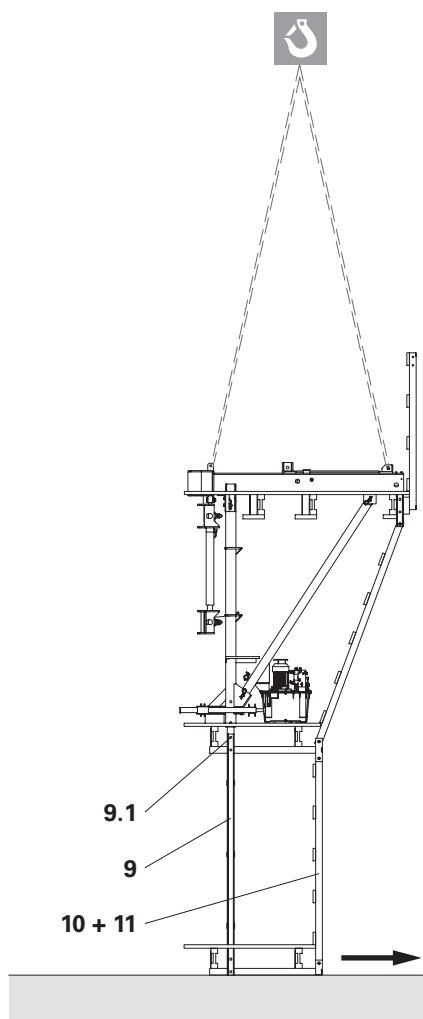
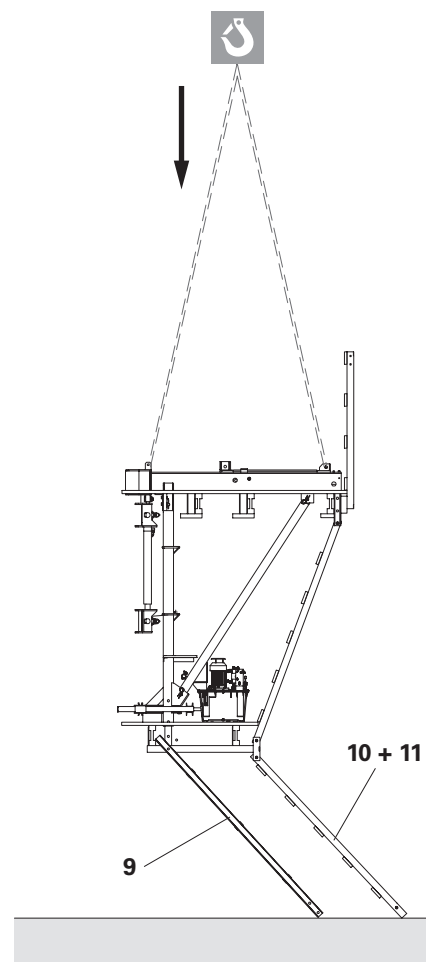

Fig. E2.03
Fig. E2.04
10. Svitare la piattaforma finale verticale (9), il montante parapetto della piattaforma finale (11) e il montante braccio a sbalzo della piattaforma finale (10) sulla piattaforma finale ed estrarre la piattaforma finale.
11. Rimuovere la piattaforma finale (Fig. E2.03)
12. Rimuovere la vite superiore (9.1) dalla piattaforma finale verticale (9) sulla piattaforma di ripresa.
13. Inclinare lateralmente la gabbia per scala e la piattaforma finale verticale (9) e abbassare ulteriormente l'unità di ripresa.
14. Fissare la gabbia per scala per evitare che si capovolga. Svitare, rimuovere e smontare la piattaforma finale verticale (9) e la gabbia per scala sulla piattaforma finale. (Fig. E2.04)